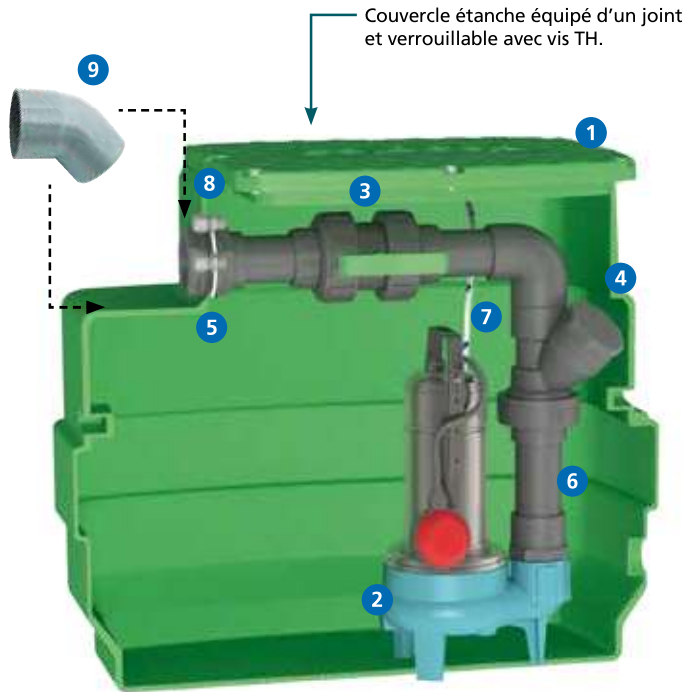

Fig.1
Monter le joint lèvres Ø100 mm (Rep.11 - fig.1) et installer le coude PVC (Rep.10 - fig.1) en le tournant d'1/4 de tour afin d'envoyer l'effluent contre la paroi de la cuve pour éviter les remous.
Raccorder le tuyau PVC Ø100 mm d'arrivée de l'effluent (non fourni) en le collant dans le coude PVC (Rep.10 - fig.1) avec la colle réf. COL (non fournie).
- Raccorder le kit de sortie (Rep.9 - fig.1) sur le poste en collant le raccord PVC du kit au passe paroi de sortie de poste avec la colle réf. COL (non fournie). Raccorder ensuite le tuyau de refoulement PVC ou PEHD Ø63 mm (non fourni) sur le raccord compression du kit de sortie de poste.
- Pour créer une ventilation, percer la cuve à la scie cloche Ø60 mm réf. SCH-60 (non fournie), monter le joint lèvres et le raccord (Rep.12 - fig.1) et raccorder le tuyau de ventilation Ø50 mm (non fourni).
- Raccorder la prise mâle 230V-2P+T **Rep.13 - fig.1** sur le câble de la pompe après avoir passer celui-ci dans le presse étoupe **Rep.8 - fig.1**.
**Ne jamais monter la prise 230V-2P+T **Rep.13 - fig.1** à l'intérieur de la cuve, utiliser le connecteur RST3 **Rep.14 - fig.1** pour allonger le câble d'alimentation si la distance de raccordement excède 20m. (voir raccordement d'étanchéité).**
Installation du connecteur RST3 **Rep.14 - fig.1** à l'intérieur du poste lorsque la distance de raccordement à l'alimentation électrique 230V + T excède 20 m.
- Vérifier que la boule du clapet anti-retour **Rep.4 - fig.1** ne soit pas bloquée dans son logement par l'accumulation de matière, pour cela dévisser la partie haute du clapet et procéder à un contrôle visuel.